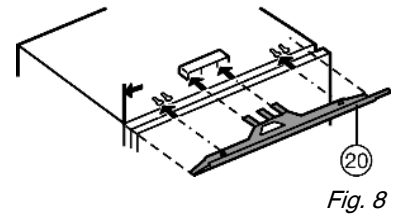

Fig. 8
- ▶ Montar o perfil de nivelamento Fig. 8 (20) do lado da pega, ajustado l ← à parede lateral do aparelho: Inserir no alojamento e encaixar nos orifícios de chave.